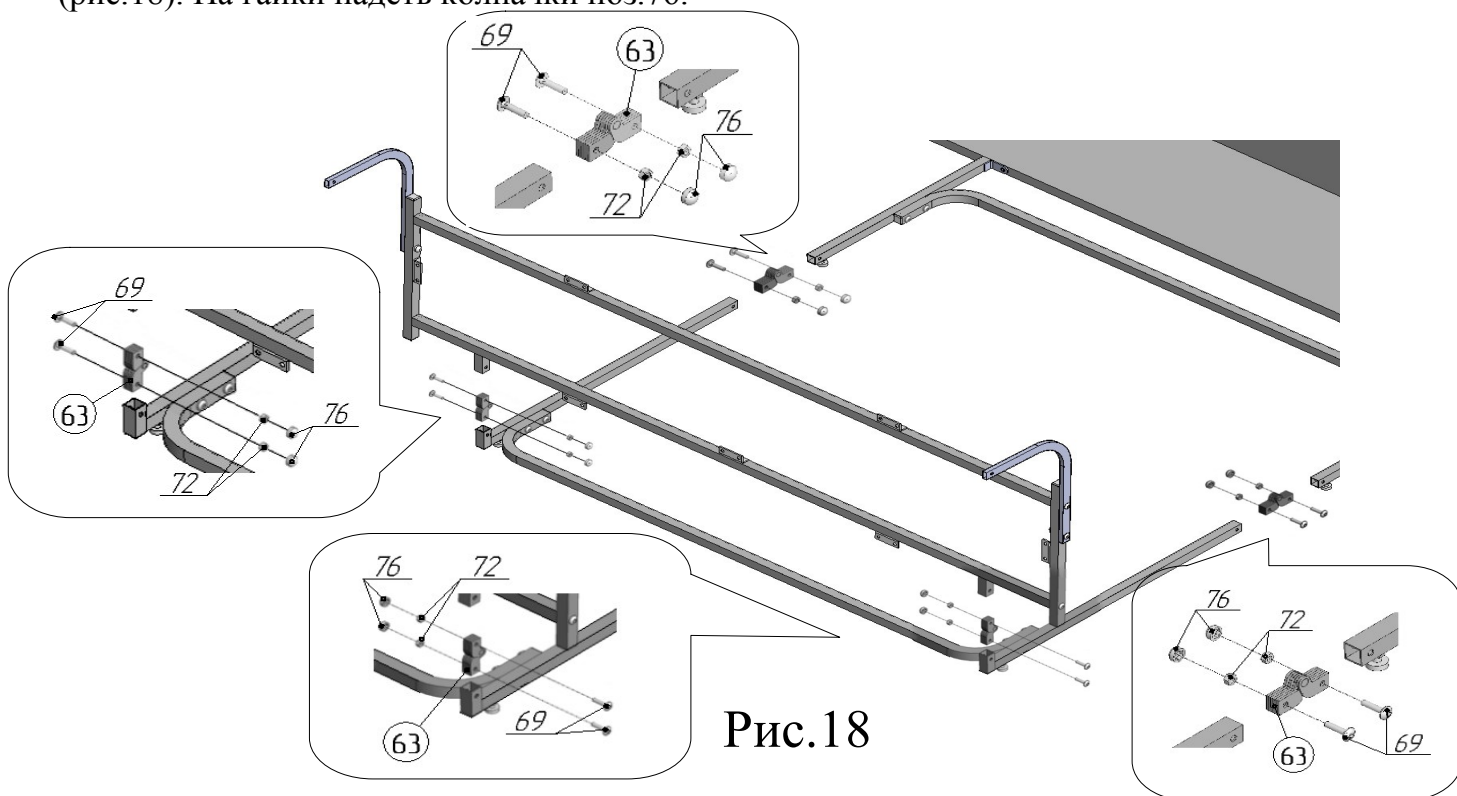

Рис.18
22. Соединить узлы, собранные в пунктах 19,20,21 друг с другом, используя шарниры с заклёпкой поз.63, Винт М6х25 поз.69, гайку М6 со стопорным кольцом поз.72 (рис.18). На гайки надеть колпачки поз.76.